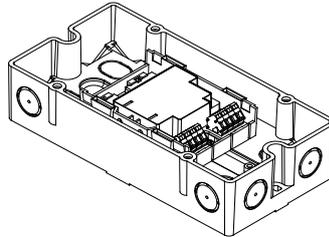

Рис. 3
- вне шкафа или контрольной панели: с использованием защитного корпуса FDCH221 (Рис.3).
3. Закрепите защитную коробку на ровной поверхности двумя винтами (М4). (Рис.3) Расстояние между отверстиями: 182.0 ± 1.0 мм.
2. Закрепите модуль в нижнюю часть защитного корпуса двумя винтами (Рис.3).